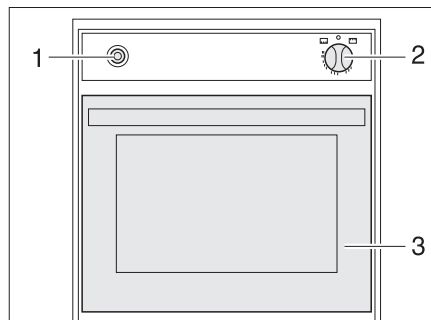

Fig. 310 Horno de gas (Spinflo)
- Abrir completamente la puerta del horno (Fig. 310,3).
- Presionar ligeramente el regulador giratorio (Fig. 310,2) y ponerlo en "🔥" (horno) o "GRILL" (grill).
- Presionar el regulador giratorio (Fig. 310,2) y mantenerlo presionado por 5 a 10 segundos. El gas fluye al quemador.
- Presionar el interruptor de encendido (Fig. 310,1) tantas veces como sean necesarias para que arda la llama.
- Girar el regulador giratorio (Fig. 310,2) a "O". La llama se apaga.